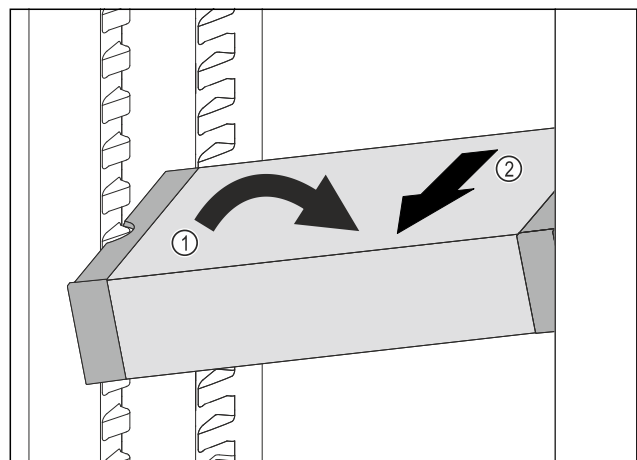

Fig. 201
- ▶ Impostare il vano frigorifero di VarioSafe ad angolo. Fig. 201 (1)
- ▶ Rimuovere VarioSafe tirando in avanti. Fig. 201 (2)